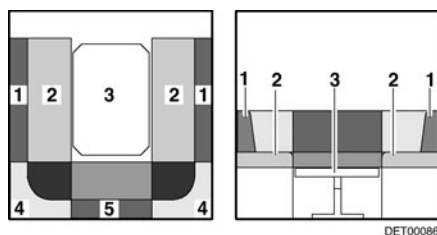

Fig. 112 Durante la transformación
- Tirar de los cojines del asiento (Fig. 112,2) hacia el centro.
- Colocar los cojines del respaldo (Fig. 112,1) entre los cojines del asiento y la pared exterior.
- Quitar los cojines del respaldo (Fig. 112,4 y 5) y ponerlos a un lado.